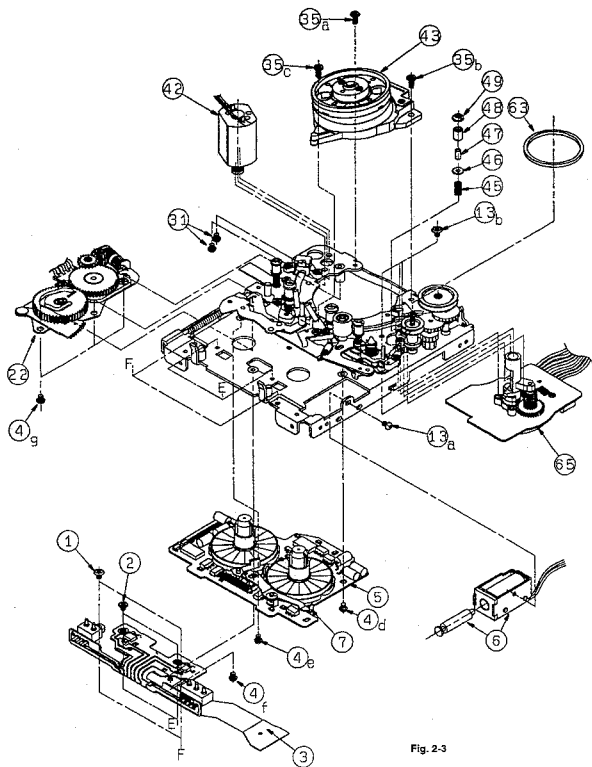

Fig. 2-3
1. Removal of the head drum ass'y (4) (Fig. 2-3)
* When reinstalling, tighten screws (5) b, c and a, in this order with a torque of 1.5 kg·cm. After tightening them, apply the screw-locking compound.
2. Removal of the Capstan Motor (6) (Fig. 2-3)
* When reinstalling, tighten screw (3) b with a torque of 1.5 kg·cm. After tightening it, apply the screw-locking compound.
3. Removal of the Brake Solenoid (8) (Fig. 2-3)
1. シリンダー Ass'y (4) の取外し (図2-3)
* 取付け時には、ネジを (5) b,c,aの順に1.5kg·cmで締め付けること。また、締め付け後はネジロックをすること。
2. キャプスタン・モーター (6) の取外し (図2-3)
* 取付け時、ネジ (3) bの締め付けトルクは1.5kg·cmであることを。また、締め付け後はネジロックをすること。
3. ブレーキ・ソレノイド (8) の取外し (図2-3)
4. Removal of the Reel Motor ⑤ (Fig. 2-3)
* Screw ④f tightens both the reel motor and the sensor block.
* When reinstalling, the tightening torque of screws ④d, e and f should be 1.5 kg·cm.
5. Removal of the Loading Cam Block ② (Fig. 2-3)
* See that the tightening torque of three screws ④g should be 1.5 kg·cm.
4. リール・モータ ⑤ の取外し (図2-3)
* ネジ ④fは、リール・モータとセンサー・ブロックを共締めしています。
* 取付け時、ネジの締め付けトルクは ④ d, e, fともに 1.5kg·cmであること。
5. ローディング・カム・ブロック ② の取外し (図2-3)
6. Removal of the Motor Block ④ (Fig. 2-3)
7. Removing the Belt ⑤ (Fig. 2-3).
8. Removal of the Sensor Block ⑥ (Fig. 2-3)
* Install screws ① and ② to portions F and E, respectively, with a torque of 1.5 kg·cm.
8. モータ・ブロック ④ の取外し (図2-3)
7. ベルト ⑤ を外す。(図2-3)
8. センサー・ブロック ⑥ の取外し (図2-3)